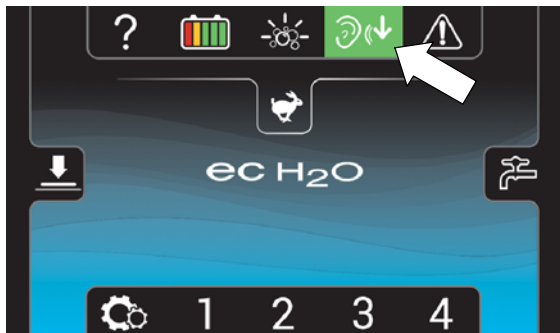

РИС. 53
7.  Модели, оснащенные опцией тихого режима: нажмите на значок Тихий режим, чтобы снизить уровень шума от вакуумного мотора в зонах, где запрещено шумовое загрязнение (Рисунок 53). После активации функции значок окрашивается в зеленый. Для отключения нажмите на значок снова.